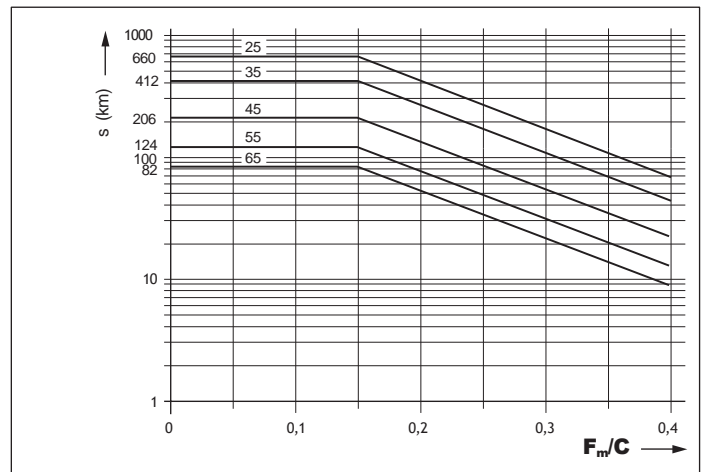

Figure 2 : Intervalle de relubrification
- ▶ Injecter la quantité minimale indiquée dans le tableau 4 dans le raccord de lubrification avant l'atteinte de l'intervalle de relubrification (figure 2).
- ▶ Injecter la quantité minimale indiquée dans le tableau 4 dans chaque raccord de lubrification avant l'atteinte de l'intervalle de relubrification (figure 2). Déterminer le nombre d'impulsions nécessaire à cet effet et la cadence de lubrification de la même manière que pour la relubrification (course normale).
Remarques : Le nombre d'impulsions nécessaire à cet effet est le quotient en nombre entier déterminé à partir de la quantité de relubrification minimale indiquée dans le tableau 4 et de la taille de distributeur à piston sélectionnée indiquée dans le tableau 5. La plus petite taille de distributeur à piston admissible ne dépend pas de la position de montage. La cadence de lubrification conformément à la formule 1 est déterminée en divisant l'intervalle de relubrification (selon figure 2) par le nombre d'impulsions déterminé (cf. exemple de conception).
s = Intervalle de relubrification selon la figure 2 (km)